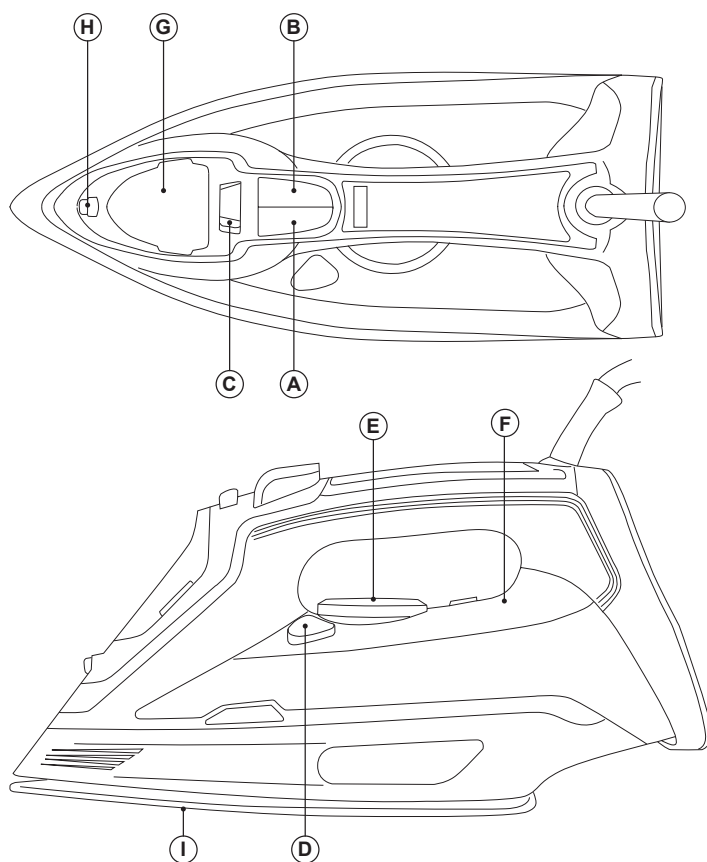

Fig.1
- Llenar el depósito respetando el nivel MAX (Fig. 1).